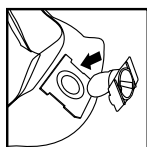

FIGURE 23
32. Placez le déflecteur d'admission avec l'ouverture faisant face à la gauche ou à la droite du sac avec filtre. Faites glisser le collier du sac filtre sur les encoches du déflecteur d'admission, en faisant correspondre les encoches du collier du sac avec le déflecteur d'admission. Le sac ne s'adaptera correctement que dans un sens. **FIGURE 23.**